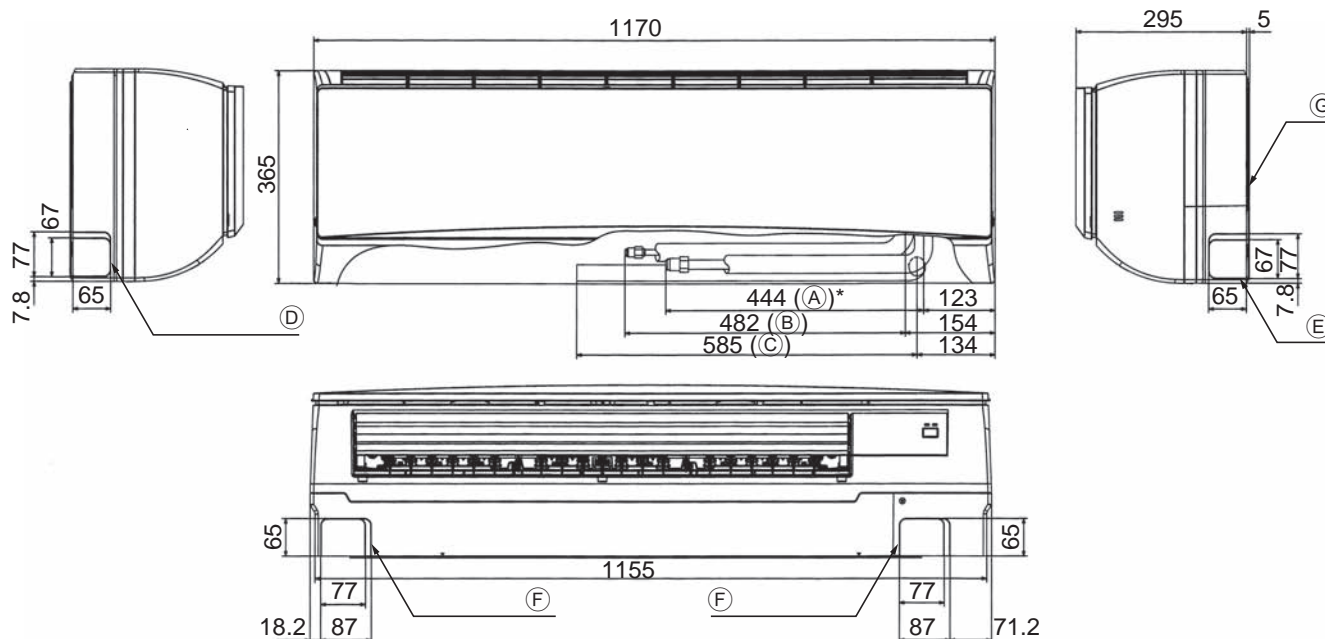

Рис. 4-2
4.2. Выбор расположения труб хладагента и дренажных труб (Рис. 4-2)
- (A) Труба газового контура
- (B) Труба жидкостного контура
- (C) Дренажная трубка
- (D) Заглушка отверстия для левой трубки
- (E) Заглушка отверстия для правой трубки
- (F) Заглушка отверстия для нижней трубки
- (G) Монтажная плита ①